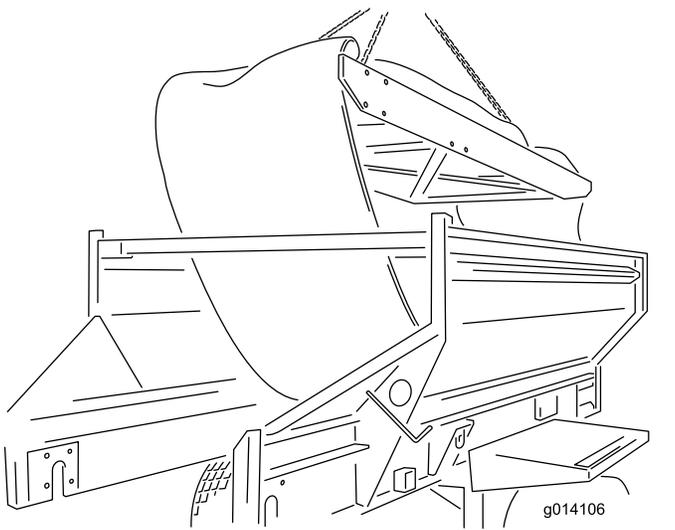

图 55
- 通过从机器顶部将其吊起从而拆下框架。将它放在地上 (图 55)。